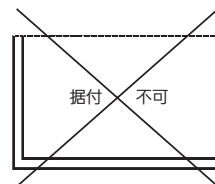

図3
①有効吸込面積[S_t]が必要吸込面積[S_r]より大きい。
②隣り合う2面の面積(S₁₂、S₂₃、S₃₄、S₄₁)の中で、最小の値が[S_r]の25%以上あること。(図3,4参照)